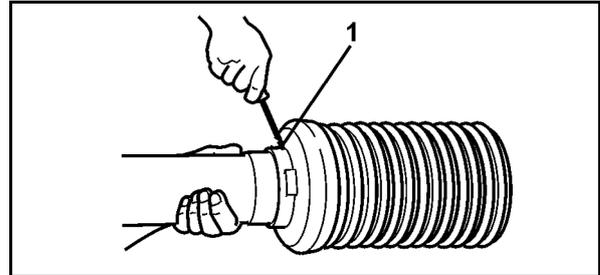

Fig. 50
2. Arretierschraube (Fig. 50/1) am Schutztrichter herausdrehen.